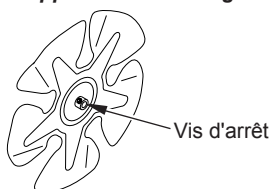

Figure 7 - Emplacement de la vis d'arrêt
3. Utilisez une clef hexagonale pour desserrer la vis d'arrêt qui retient le ventilateur à l'arbre moteur (voir figure 7). Retirez le ventilateur. Prenez garde de ne pas endommager le pas des pales du ventilateur.
- 3 Utilisez une clef hexagonale pour desserrer la vis d'arrêt qui retient le ventilateur à l'arbre moteur (voir figure 7, page 7).